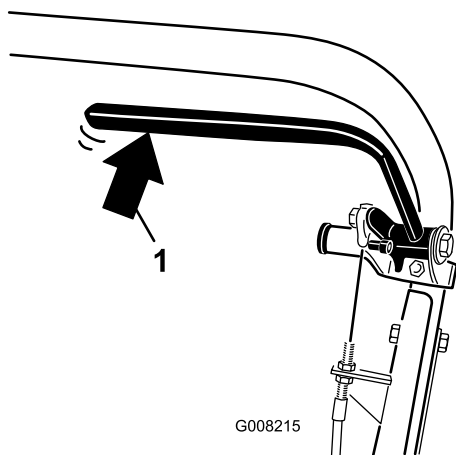

Figura 32
2. Con una bilancia a molla, premete indietro sulla leva del freno di servizio (Figura 32). Rilasciate il freno di stazionamento quando si raggiunge una forza tra 13,5 e 18 kg. Regolate il cavo del freno se il freno di stazionamento viene rilasciato prima di raggiungere una forza compresa tra 13,5 - 18 kg (da 30 a 40 lb). Passate alla fase 3.